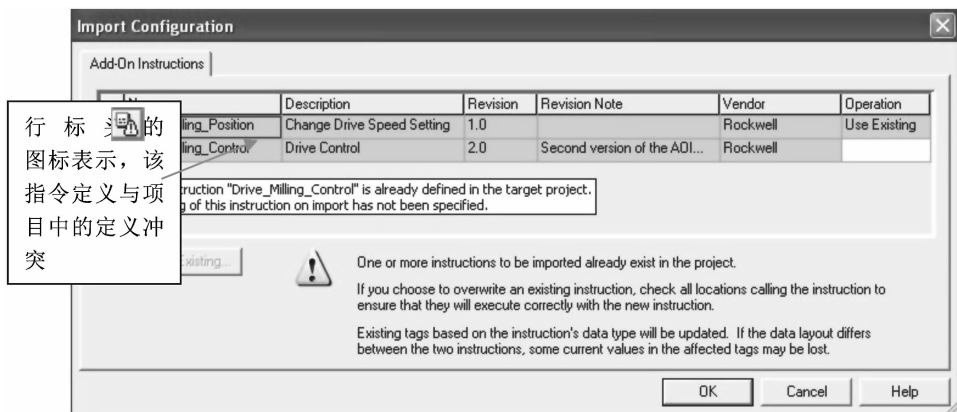

图 21-7 导入配置对话框
3. 检查“导入配置”（Import Configuration）对话框。因为 Drive_Milling_Control 引用了 Drive_Milling_Position，所以这里显示有两个定义，这两个定义都在导入文件中，如图 21-7 所示。